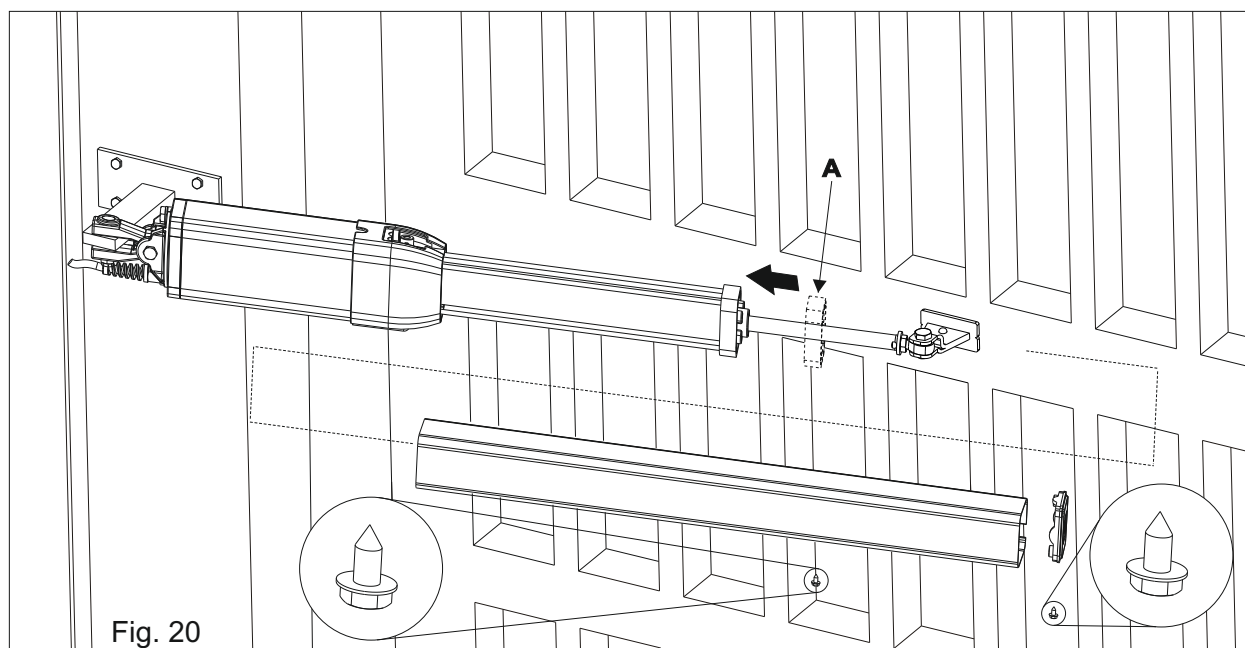

Fig. 20
S'assurer d'avoir inséré le cale en plastique anti-vibration (A) avant d'insérer le couvre tige extrusé (Fig. 20).